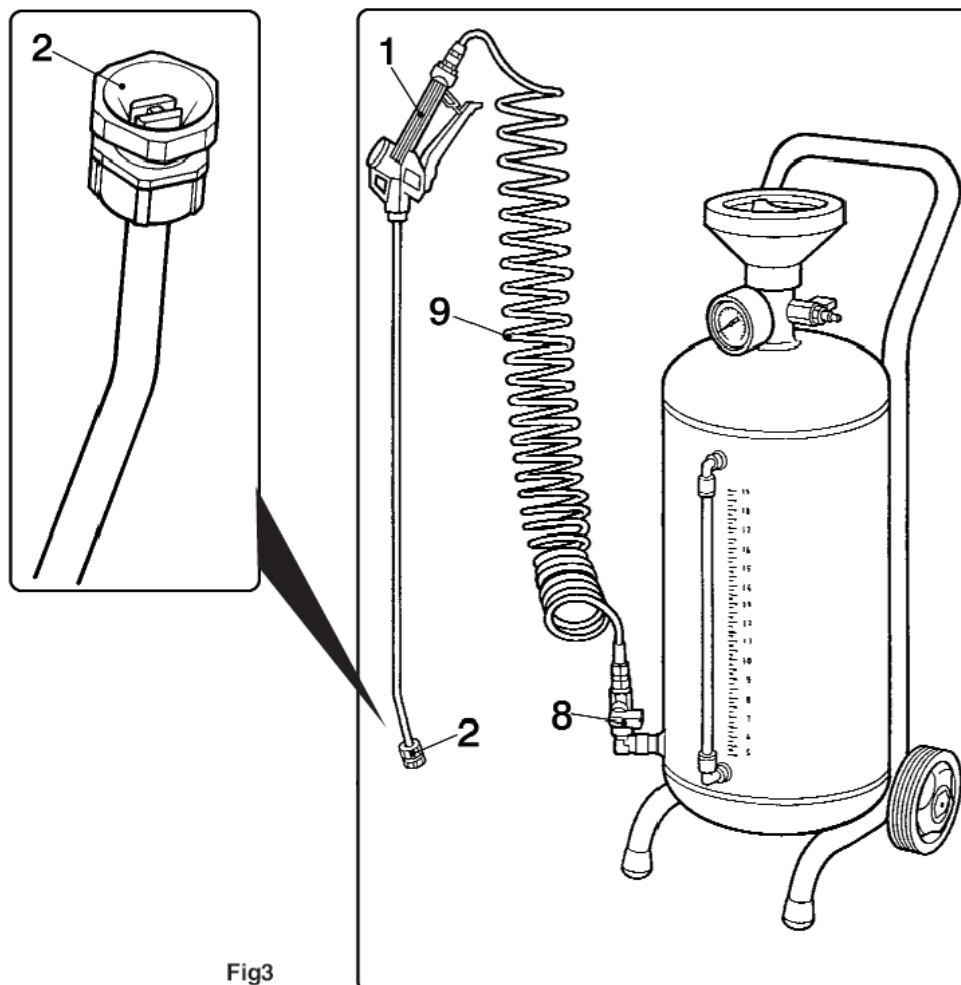

Fig3
• De spiraal (9 - Fig. 3) is niet goed aangedraaid.	• Controleer de dichting van de spiraal (9) bij de pistool (1) en de klep (8).